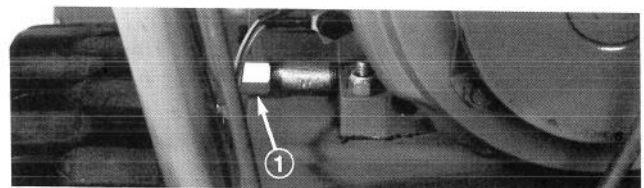

Figure 25
3. Nettoyez le tour du bouchon de vidange. Ensuite, glissez le bac de vidange sous le tube de vidange, puis enlevez le bouchon (Fig. 25).